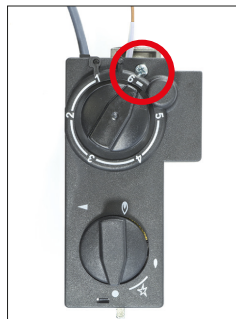
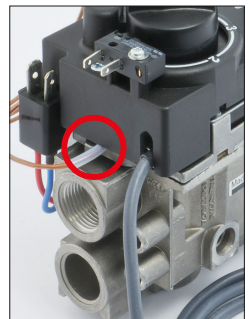

Afb. 2
Afb. 3
1. Maak de schroef los die de afdekking vasthoudt en verwijder de schroef (zie afbeelding 2). Trek de afdekking bij de kliksluiting eraf met behulp van een kleine platte schroevendraaier (zie afbeelding 3). Verwijder de afstandshouder onder de afdekking.